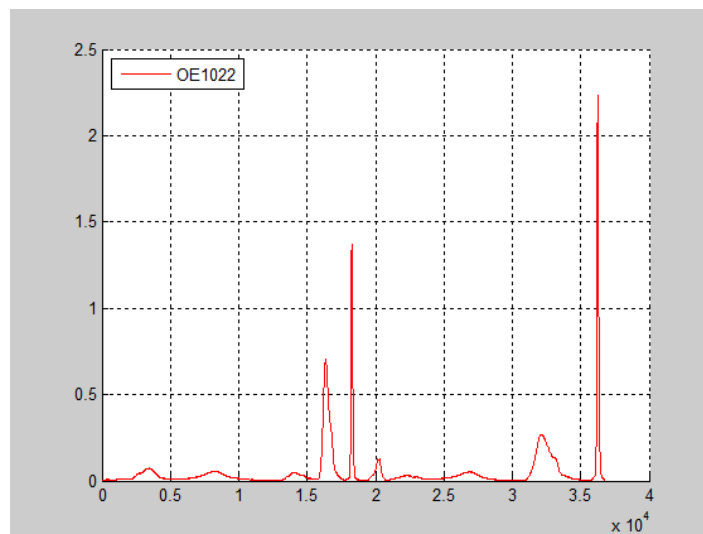

图105. OE1022 测得的光谱曲线图
4. 开始光谱测量实验，同时利用数据采集平台采集光谱数据，可以得到如下光谱曲线图 105（未定标）：